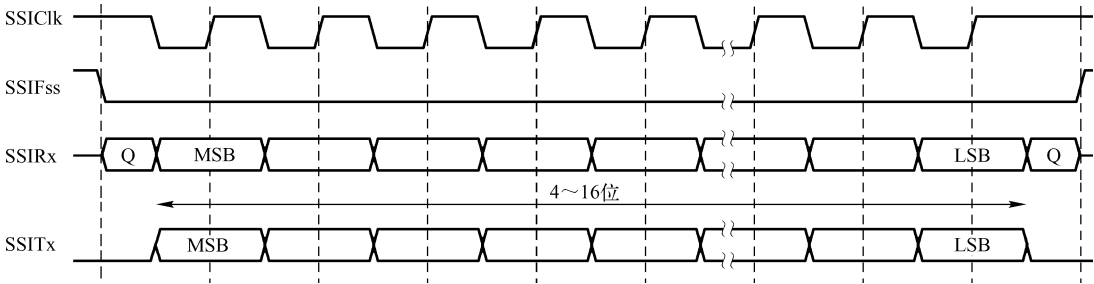

图 9-9 SPO = 1 及 SPH = 1 时的飞思卡尔 SPI 帧格式
4) SPO = 1 & SPH = 1 时 SPI 的帧格式。在 SPO = 1 与 SPH = 1 时，飞思卡尔 SPI 帧格式的传输信号时序如图 9-9 所示，该图涵盖了单次和连续两种传输情况。